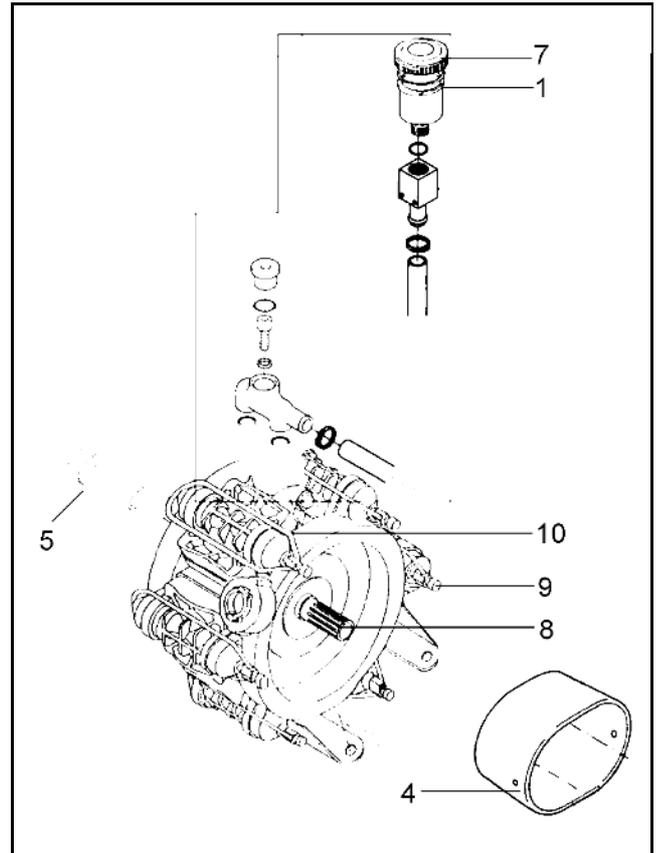

Fig. 9.1
- Aflojar tornillo (Fig. 9.1/9) y quitar estribo de sujeción (Fig. 9.1/10).